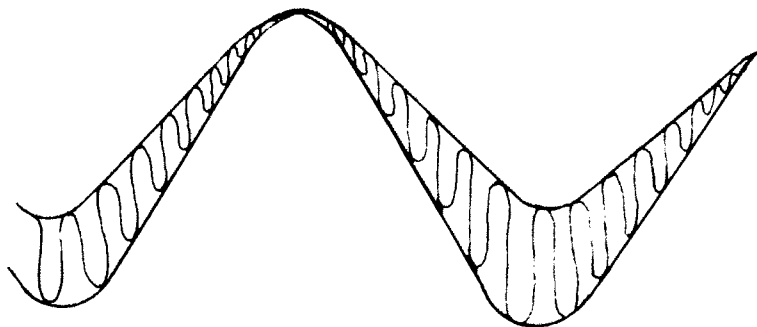

Bild 7.
- 4.09.4 Justera frekvensen hos mottagarsidans signalgenerator tills nollsvävning erhålls på oscilloskopbilden. Minska vertikalkänsligheten och vertikalförflytta bilden på oscilloskopet så att hela sinusspänningen syns. Oscilloskopbilden skall då överensstämma med bild 7. Notera signalgeneratorns frekvens.